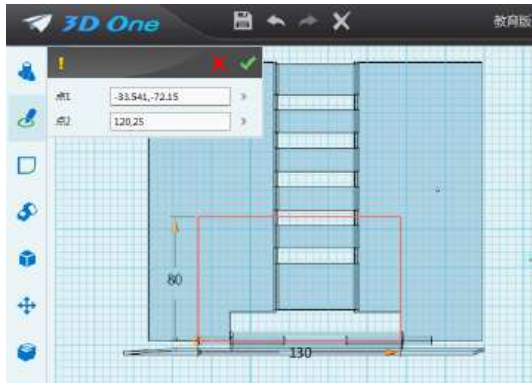
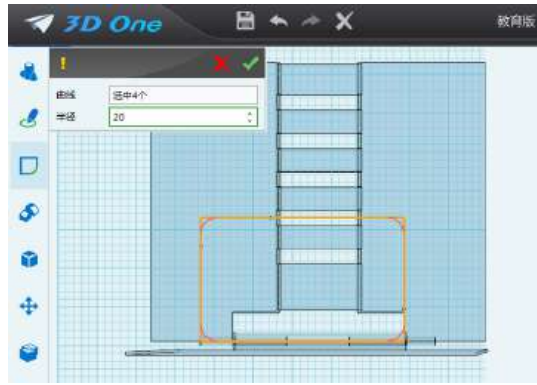

图 14-21
图 14-22
7. 绘制夹子：调整视图角度为“前”，鼠标选取“矩形”命令，在立板上单击，出现参考网格，在立板的中下部如图 14-21 所示位置绘制长：-130；宽 80 的矩形。鼠标选取“草图编辑”里面的“链状圆角”命令，鼠标选中刚绘制的矩形的四条边进行圆角，圆角半径为 20，如图 14-22，确定完成。